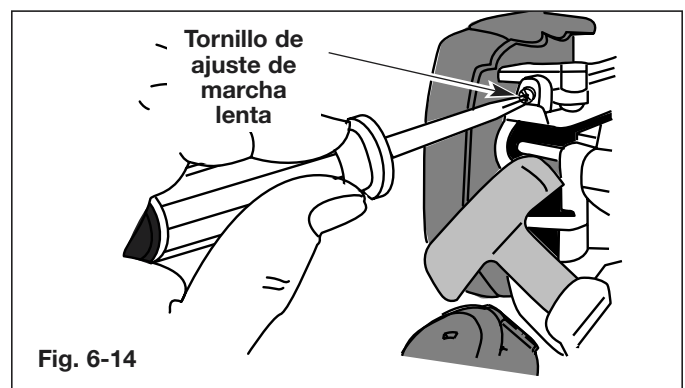

Fig. 6-14
La velocidad a marcha lenta del motor se ajusta con el tornillo que está al lado de la cubierta del filtro de aire (Fig. 6-14).
- Suelte el gatillo del regulador y deje que el motor funcione a marcha lenta. Si el motor se para, inserte un pequeño destornillador Phillips o plano en el tornillo que está al lado de la cubierta del filtro de aire (Fig. 6-14). Gire el tornillo de ajuste de marcha lenta, en el sentido horario de a 1/8 de vuelta por vez (según sea necesario) hasta que el motor funcione a marcha lenta en forma pareja.